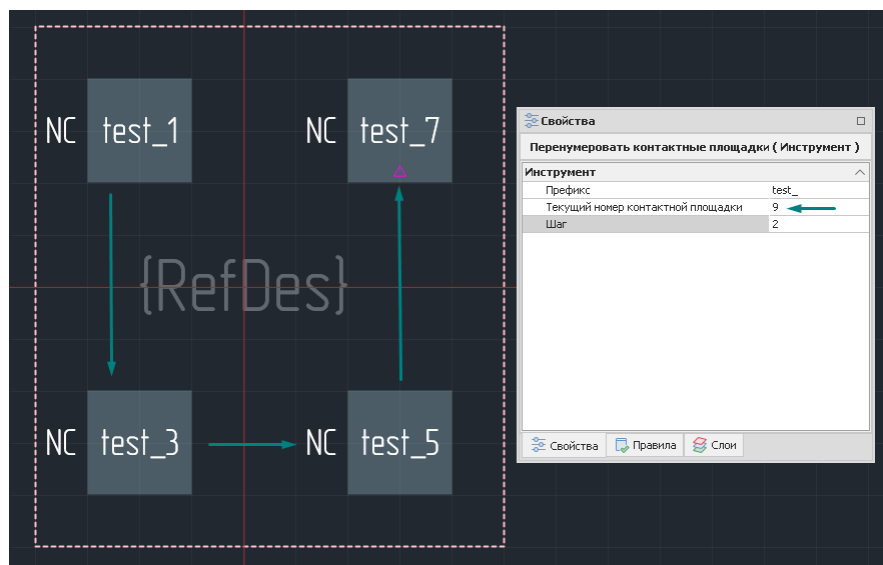

Рис. 132 Последовательное переименование контактных площадок
5. Последовательно переименовать соответствующие контактные площадки, перемещая курсор, см. Рис. 132.